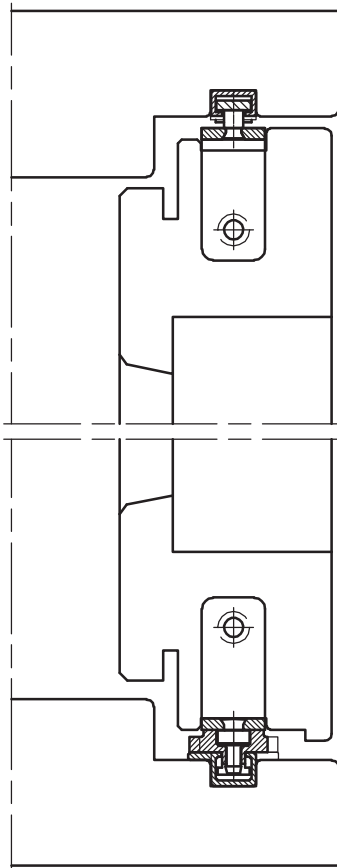

FIG. 1
1. BESLAGET ANBRINGES I ØVERSTE OG NEDERSTE KARM, SÅLEDES BESLAGET LÆGGER AN MOD SIDEKARMEN, OG SKRUES FAST, SE FIG. 1 OG 2. DER ANVENDES SKRUE 4.0.